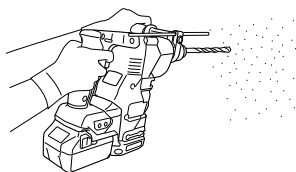

Fig. 19
- (1) Monter le foret de perçage.
- (2) Tirer l'interrupteur de déclenchement après avoir appliqué la pointe du foret sur la position de perçage désirée. (Fig. 19)
Quand le foret de perçage touche une barre de fer de la construction, la mèche s'arrête immédiatement et le marteau rotatif réagit en tournant. Par conséquent, veuillez tenir fermement la poignée latérale et la poignée, comme illustré à la Fig. 19.